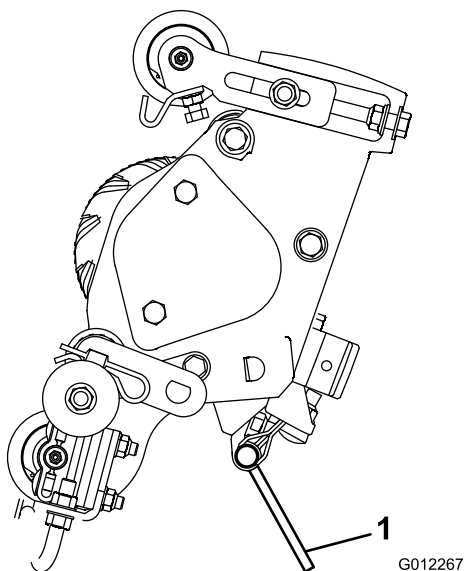

図 2
**注** バーチカッターの底部を見るためにユニットを立てる場合には、キックスタンドスタンドはトラクションユニットの付属品です。支えてください。図 2。